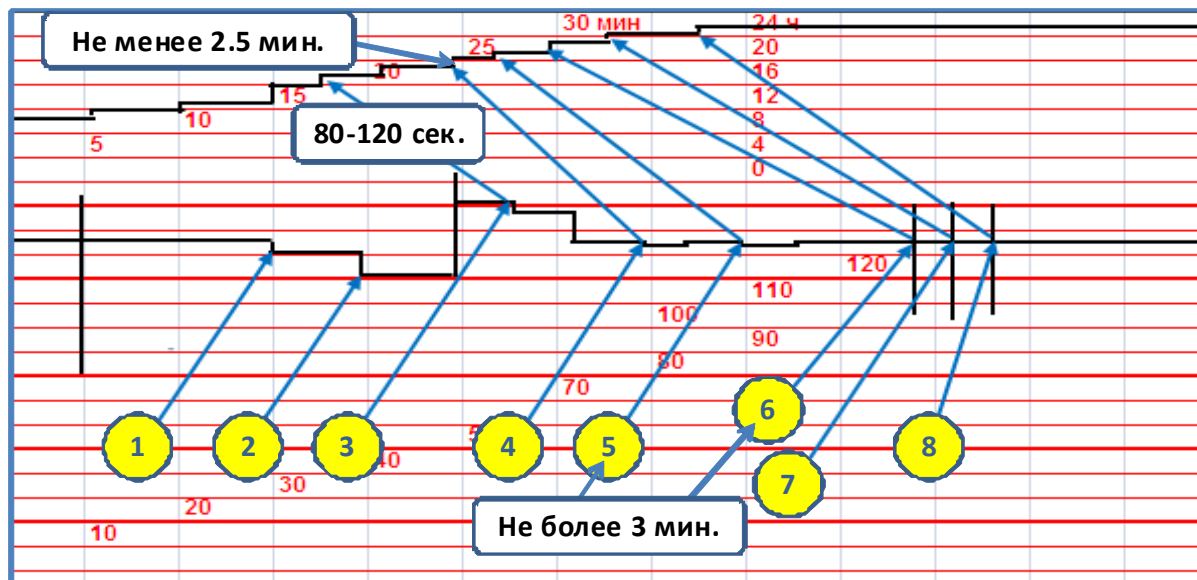

Рис. 3
4.1. При приёмке из депо, не протягивая скоростемерную ленту, произвести продувку тормозной системы локомотива, для МП (поз.1,рис.4а). После восстановления зарядного давления сделать протяжку скоростемерной ленты. Произвести проверку чувствительности уравнительного поршня совместив с проверкой работы датчика обрыва тормозной магистрали усл. № 418 путем разрядки уравнительного резервуара на величину  $0,2 \text{ кгс/см}^2$ , уравнительный поршень должен выпустить такое же количество воздуха из тормозной магистрали и загореться лампочка ТМ (поз. 1, рис.3.) для МП (поз.2, рис.4а). Тяга при этом не должна собираться.
4.2. Сделать протяжку скоростемерной ленты на величину  $8 - 10 \text{ мм}$  и произвести разрядку уравнительного резервуара ещё на  $0,6 \text{ кгс/см}^2$  (поз. 2, рис. 3.) для МП (поз.2, рис.4а). Лампочка ТМ должна погаснуть, повторно произвести протяжку скоростемерной ленты.
4.3. Отпустить тормоза 1-ым положением ручки крана машиниста (поз. 3, рис.3.) для МП (поз.3, рис.4а) до давления в уравнительном резервуаре  $6,5 \text{ кгс/см}^2$ , после снижения давления в уравнительном резервуаре до  $6,0 \text{ кгс/см}^2$  произвести протяжку скоростемерной ленты и замерить время ликвидации сверхзарядного давления с  $6,0$  до  $5,8 \text{ кгс/см}^2$ , которое должно происходить за  $80 - 120$  секунд, а при вождении длинносоставных поездов,  $350$  осей и более, за  $100 - 120$  секунд. Произвести протяжку скоростемерной ленты.
4.4. Выполнить проверку плотности тормозной, питательной сети при поездном положении ручки крана №254 и крана машиниста, перекрытом комбинированном кране. Снижение давления наблюдаемое по манометрам должно быть: в тормозной магистрали с нормального зарядного давления на величину не более чем на  $0,2 \text{ кгс/см}^2$  в течении  $1 \text{ мин.}$  (поз. 4, рис.3.) для МП (поз.4,5., рис.4а), питательной магистрали с  $8,0 \text{ кгс/см}^2$  на величину не более  $0,2 \text{ кгс/см}^2$  за  $2,5 \text{ мин.}$  На МП отметки начала и окончания проверки регистрировать нажатием кнопки «РБ». Перед указанной проверкой локомотив должен быть закреплен от ухода. После проверки выполнить протяжку скоростемерной ленты.
4.5. После восстановления зарядного давления выполнить проверку плотности уравнительного резервуара путём постановки ручки крана машиниста в 4-е положение. На МП отметки начала и окончания проверки регистрировать нажатием кнопки «РБ». Плотность считается достаточной, если падение давления в уравнительном резервуаре не превышает  $0,1 \text{ кгс/см}^2$  в течении  $3 \text{ минут}$  (поз. 5, рис. 3.) для МП (поз.4,6., рис.4а). После указанной проверки выполнить протяжку скоростемерной ленты.
4.6. Произвести проверку плотности манжеты уравнительного поршня для чего ручку крана машиниста № 394, 395 поставить в IV положение и вызвать срабатывание ЭПК-150. Снижение давления по манометру уравнительного резервуара допускается не более  $0,1 \text{ кгс/см}^2$  за  $3 \text{ минуты.}$  (поз.6, рис.3.) для МП (поз.1., рис.4б). После указанной проверки выполнить протяжку скоростемерной ленты. Разрешается совмещать проверки согласно пунктов 4.5.,4.6, настоящего приказа.
4.7. Произвести проверку прохождения воздуха через блокировку № 367 и кран машиниста. Проверку производить при нахождении ручки крана машиниста в I положении и открытом концевом кране, первоначальное давление в главных резервуарах должно быть не менее 8 кгс/см2. Пропускная способность блокировки считается нормальной если снижение давления в главных резервуарах с 6 до 5 кгс/см2 происходит за время (не более 22с) при объеме главных резервуаров 1800л, (не более 12с) - 1000л, (не более 15с) - 1200л, (не более 25с) - 2040л. (поз.7., рис.3) для МП (поз.2., рис.4б).
4.8. Произвести проверку отсутствия недопустимого снижения давления в тормозных цилиндрах. Для этого выполнить экстренное торможение и после полной разрядки тормозной магистрали ручку крана № 254 перевести в последнее тормозное положение, установив в тормозных цилиндрах полное давление. После этого перевести ключ блокировки №367 из нижнего положение в верхнее. Снижение давления в тормозных цилиндрах допускается не более 0,2 кгс/см2 в 1мин. (поз.8., рис.3) для МП (поз.3., рис.4б). Перед указанной проверкой локомотив должен быть закреплен от ухода.